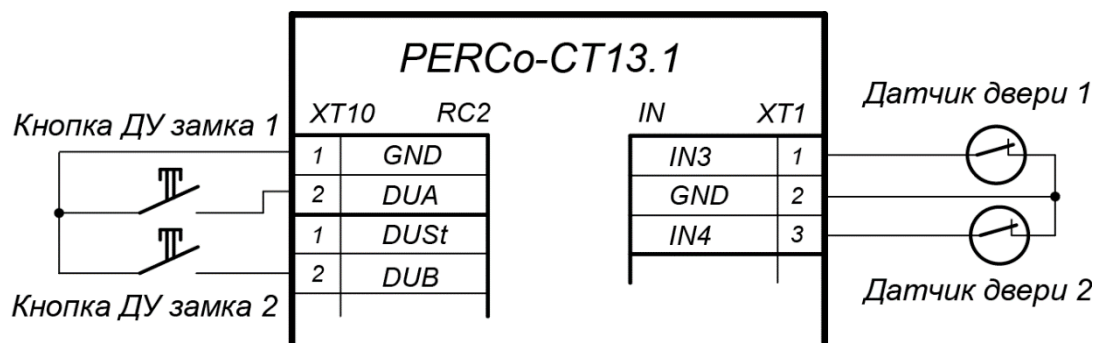

Рисунок 16. Схема подключений кнопок ДУ и датчиков двери
3. Кнопки ДУ «Выход» замков, при необходимости их установки, подключаются к клеммной колодке **XT10** нижней платы контроллера (см. рис. 16).
4. Датчик двери (геркон) подключается к клеммной колодке **XT1** нижней платы контроллера (см. рис. 16). Датчик двери с замком, управляемым выходом **OUT3**, подключается к входу **IN3**, выходом **OUT4** – к входу **IN4**. Датчик двери должен быть смонтирован таким образом, чтобы при закрытой двери обеспечивалось устойчивое его срабатывание.